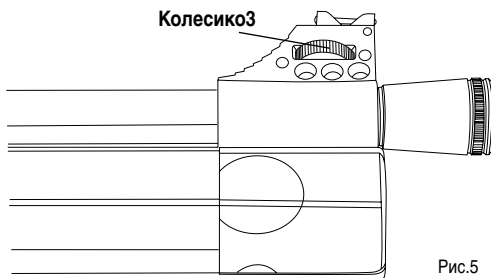

Рис.5
- если точка попадания ниже мишени , поверните колесико3 против часовой стрелки.(рис.5)